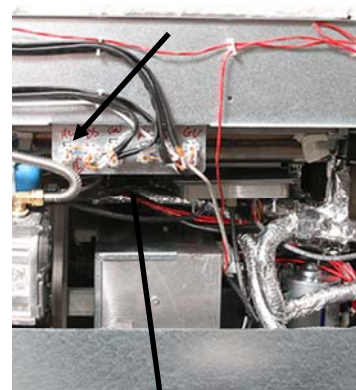

図 5
- ハイリミットを交換する場合、対応するハーネスコネクタブロックを探し、対応するハイリミットをハーネスブロックの内側から外します(図 5 参照)。